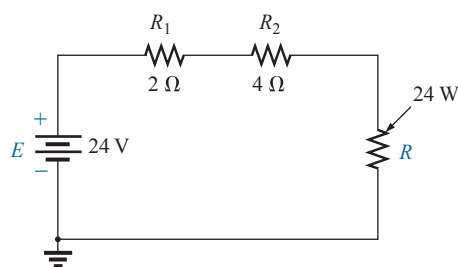

Figura 5.101 Problema 17.
*17. Para as condições especificadas na Figura 5.101, determine a resistência desconhecida.